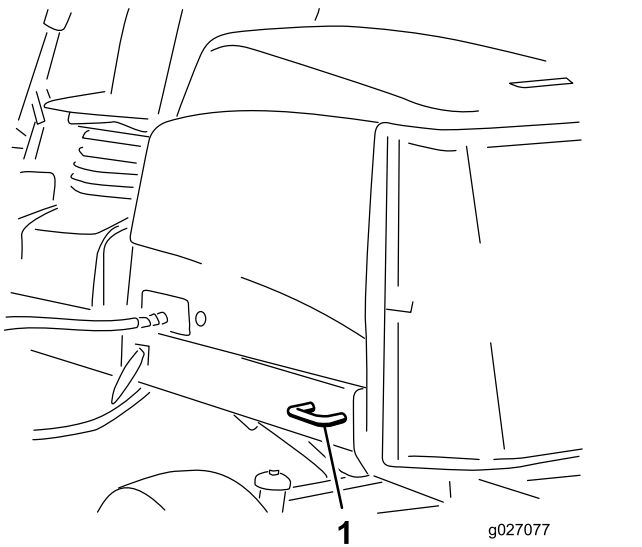

Bild 39
- Hinten: Jede Maschinenseite am hinteren Rahmen (Bild 39)